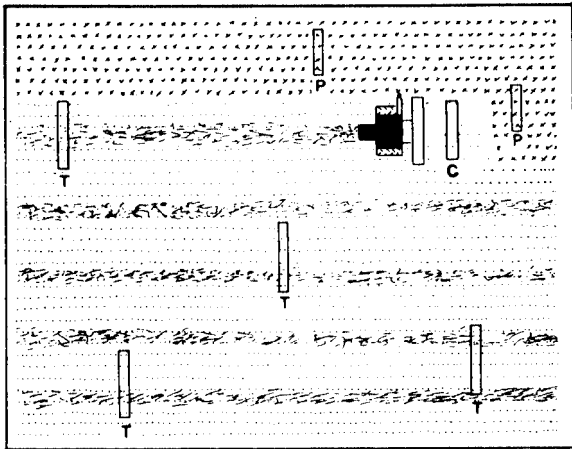
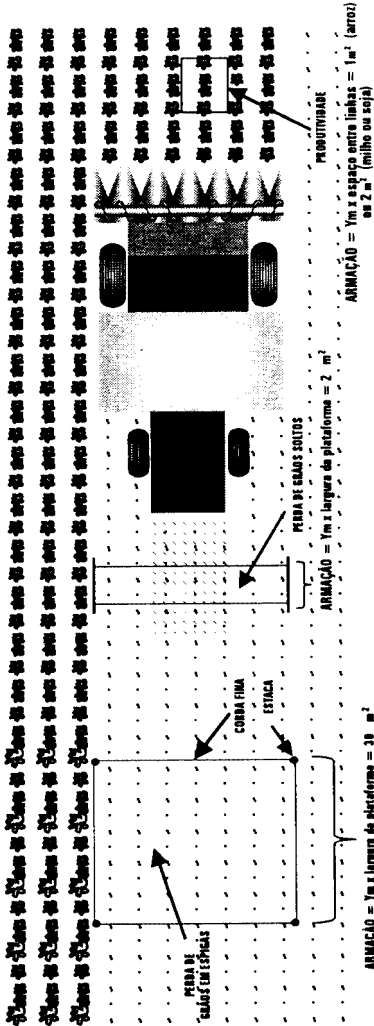

FIG. 12
FIG. 13
- 5) para determinar a perda nos mecanismos de corte ou o destaque, é necessário parar a colhedora, recuá-la mais ou menos quatro metros e colocar a armação na área de recuo, onde passou somente plataforma de corte da colhedora (Fig.12, Posição C). Em seguida, repetir o procedimento específico dos itens 2, 3, e 4).
- 1) Após a passagem da colhedora, marcar sobre o solo, usando estacas e corda fina (ou barbante), uma área de medição de 30 m^2 (Ver fig. 13) com as seguintes medidas: largura da Plataforma x **Y**, sendo **Y** = 30 m^2 , largura da Plataforma
- 1) Coletar as panículas das plantas em uma área de 1 m² para arroz (posição P, fig. 12), ou os grãos das plantas de soja (posição P, fig. 12) ou de milho (fig. 13) em uma área de 2 m²;